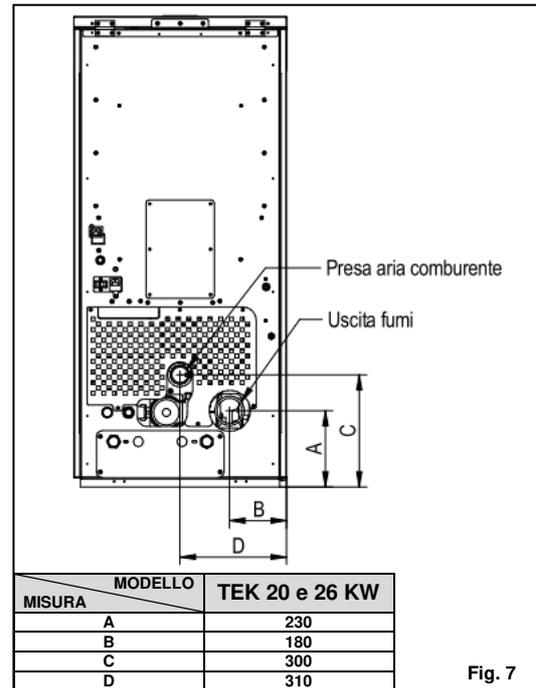

Fig. 7
- Posizionare la canna fumaria tenendo conto della posizione del tubo di uscita fumi della caldaia: fare riferimento alla fig.7.
• La presenza di aspiratori nello stesso ambiente di installazione del prodotto, potrebbe influenzare il funzionamento della caldaia. Controllare le distanze tra la caldaia e le pareti vicine (fig.7).
L'ingresso dell'aria comburente all'interno della caldaia avviene tramite un tubo Ø50 mm predisposto nella parte posteriore (fig.7).